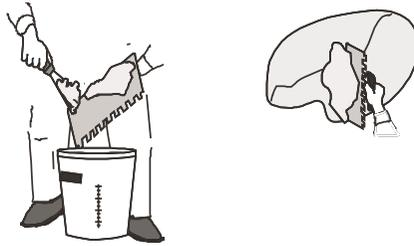

Рисунок 3 - Нанесение растворной смеси.
4.2.6 Приготовленная таким образом клеевая растворная смесь с помощью кельмы укладывается на зубчатый шпатель (см. рисунок 3), а затем с помощью шпателя наносится на поверхность стены. Площадь обрабатываемой клеем поверхности зависит от марки клея, температуры окружающей среды и основания. При температуре основания 20°C и относительной влажности 60% открытое время и время корректировки приведены в табл. 6.